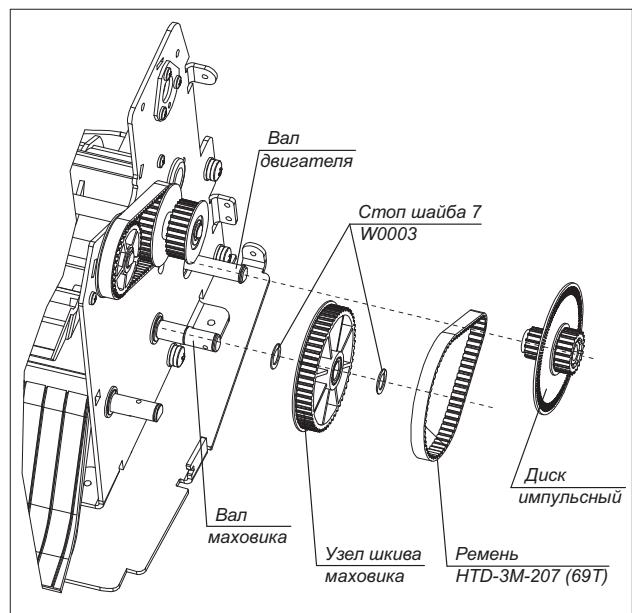

Рис. 25
- Снимите диск импульсный с вала двигателя (рис.25).
- Снимите ремень HTD-3M-207 (69T) (рис. 25).
- Извлеките стоп шайбу 7 W0003 из кольцевой проточки вала маховика (рис. 25).
- Снимите узел шкива маховика (рис.25).
- Извлеките вторую стоп шайбу 7 W0003 из кольцевой проточки вала маховика (рис. 25).